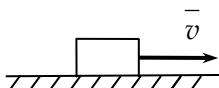

Рис. 57
38. Материальную точку массой $m = 3 \text{ кг}$ нужно разогнать на гладкой горизонтальной плоскости из состояния покоя до скорости $v_1 = 10 \text{ м/с}$ за время $t_1 = 1,5 \text{ с}$ (рис. 57). Какую постоянную силу Q , со-